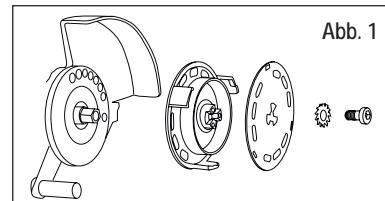
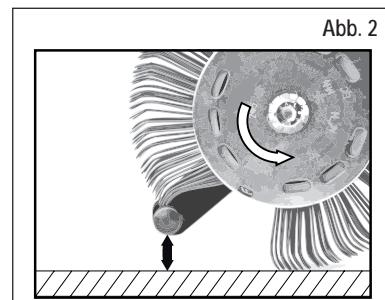

Abb. 1
Abb. 2
3. Druckluftversorgung unterbrechen und dann **MBX®** Stab Blaster Band 11 mm ordnungsgemäß mit dem entsprechenden Aufnahmesystem AS012 (Laufrichtung beachten) und der dafür vorgesehenen Fächerscheibe und Schraube am Werkzeug befestigen. Siehe Abb. 1 und Abb. 2
- Verwenden Sie ein **MBX®** Band in der falschen Laufrichtung? – Richten Sie das Bürstenband so aus, dass es in die vorschriftsmäßige Richtung läuft (siehe Kapitel 6, Inbetriebnahme, Abb. 2).